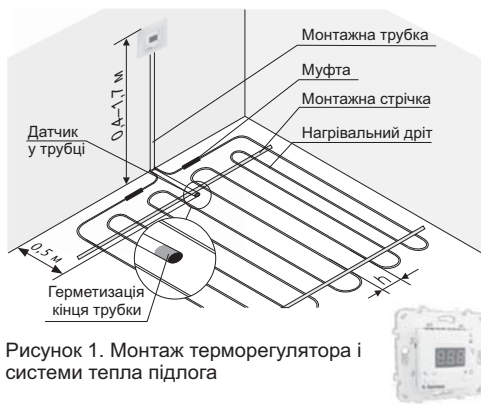

Рисунок 1. Монтаж терморегулятора і системи тепла підлога
- закріпити терморегулятор в монтажній коробці. Для чого необхідно зняти лицьову рамку, підчепивши її з боку викруткою, вставленою в паз (рис. 1). Помістити терморегулятор в монтажну коробку і закрутити монтажні гвинти.